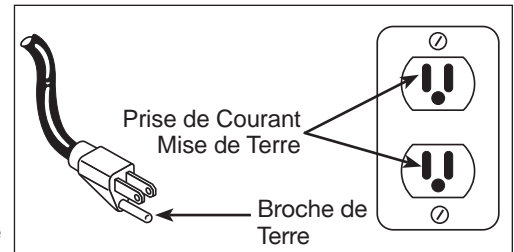

Figure 2
1. Ce produit est conçu pour l'utilisation d'un circuit de 120 volts et a une fiche de mise à la terre comme celle indiquée sur la Figure 2. Assurer que le modèle est branché à une prise de courant qui a la même configuration que la fiche. Ce produit doit être mis à la terre. Dans l'événement d'un court-circuit, la mise à la terre diminue le risque de secousse électrique en fournissant un fil d'échappement pour le courant électrique. Ce produit est équipé avec un cordon qui a un fil de terre avec une fiiche de terre. Le cordon doit être branché dans une prise de courant qui a été installée et mise à la terre correctement en respectant tous les codes et règlements locaux.